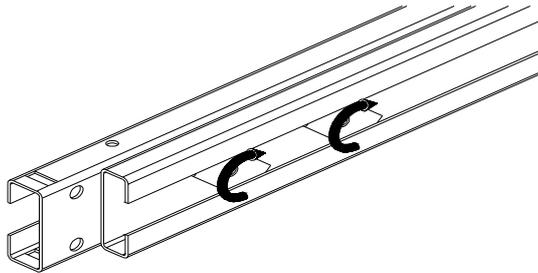

Fig. 10.2
- ✓ Ruotare il regolino come indicato in Fig. 10.2 fino ad appoggiare la parte più lunga dell'incastro sull'esterno del labbro inferiore della traversa.